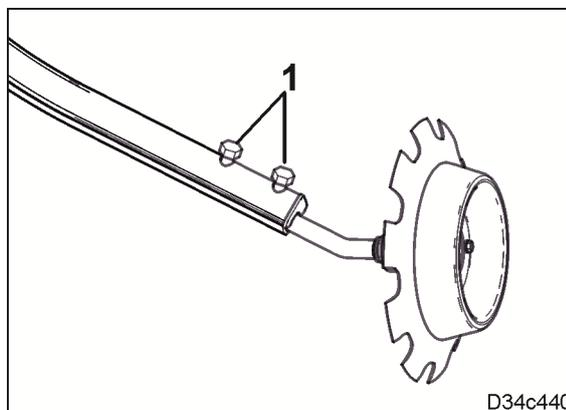

Fig. 152
4. Soltar 2 tornillos (Fig. 152/1).
7. Apretar los tornillos (Fig. 152/1).